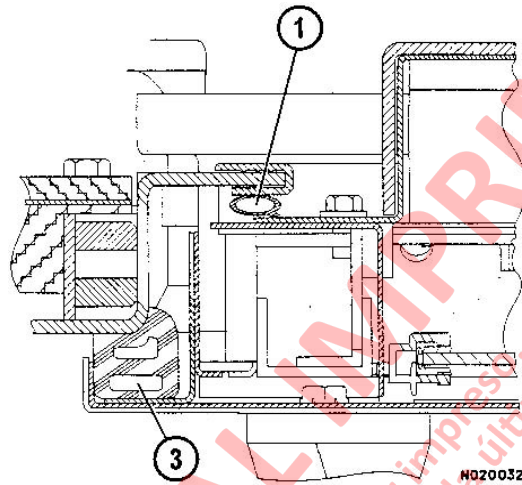

FIGURA 2-16
3. Instale el sello de modo que las esquinas del sello calcen en las esquinas del marco de la puerta (3, Figura 2-16).